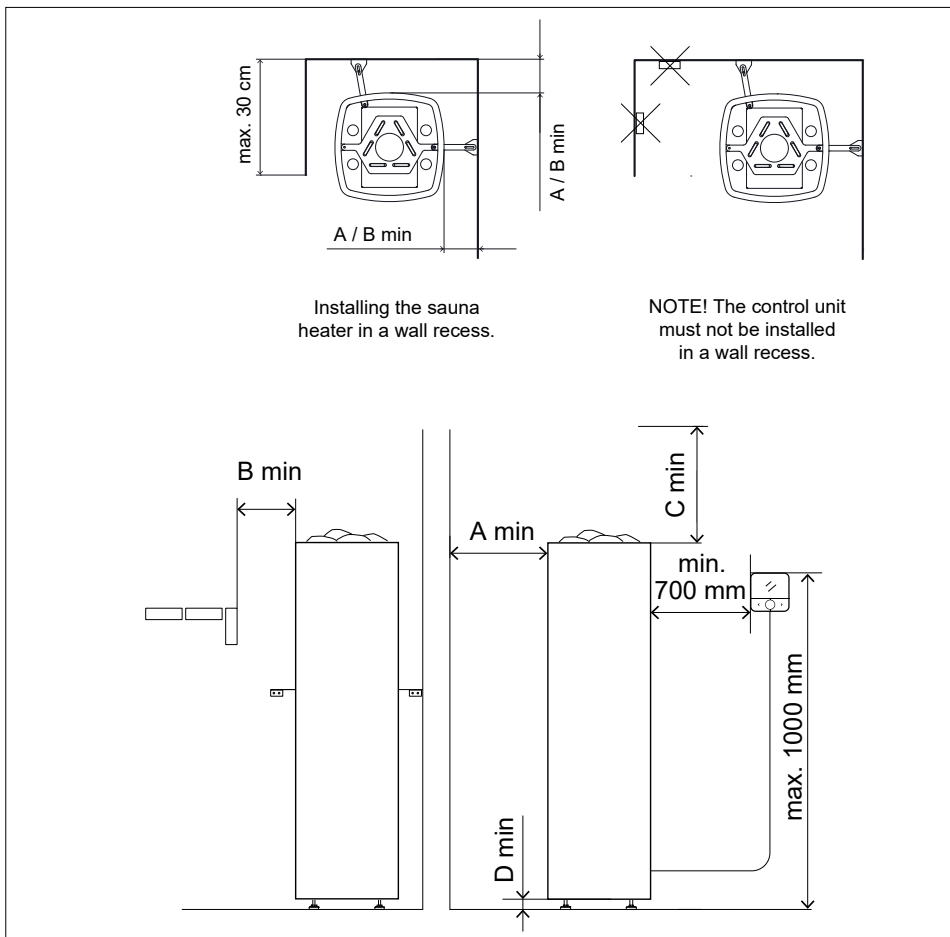

Abbildung 6.1-1: Mindestsicherheitsabstände
- Der Ofen kann auch in einer Wandnische installiert werden. In diesem Fall müssen die in Abbildung 6.1-1 dargestellten Sicherheitsabstände eingehalten werden.
- Das Bedienfeld darf nicht an einem Ort installiert werden, an dem die Höchsttemperatur von 80 °C überschritten wird. Wenn das Bedienfeld in der Dampfkabine installiert wird, muss der Installationsort mindestens den Mindestschutzabstand (0,7 m) zum Heizgerät und höchstens einen Meter (1 m) über dem Boden betragen. (Abbildung 6.1-1). Stromversorgungskabel und das Kabel des Bedienfelds sollten nicht nebeneinander verlegt werden, um Störungen zu vermeiden.
- Bei der Installation des Saunaofens müssen die angegebenen Sicherheitsabstände berücksichtigt werden (Abbildung 6.1-1 und Tabelle 6.1-1).